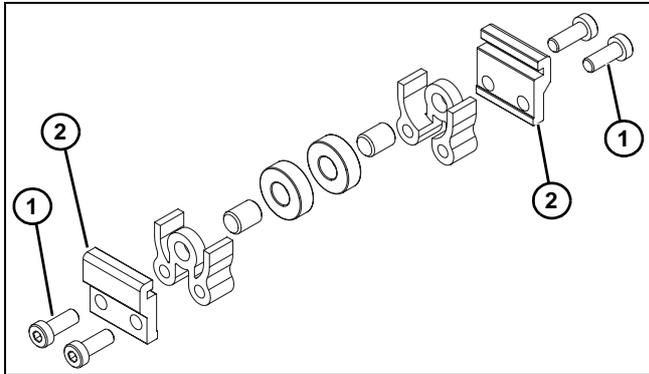
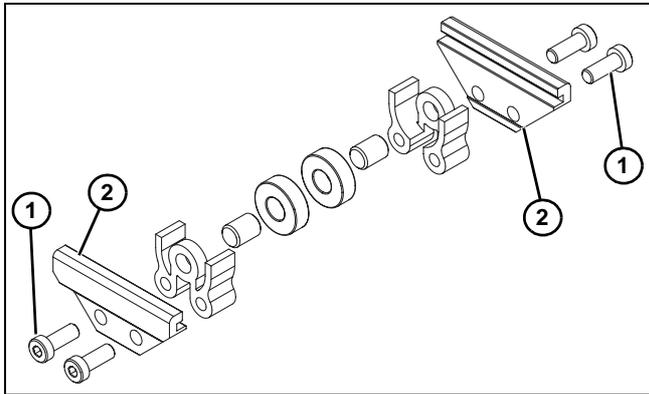

Figure 12
Figure 13
1. Groupier les rouleaux déflecteurs. Ils sont illustrés sur les vues éclatées Figure 12 et Figure 13.
2. Retirer les vis (Figure 12, élément 1) et (Figure 13, élément 1) et les attaches (Figure 12, élément 2) et (Figure 13, élément 2) de l'ensemble des rouleaux.